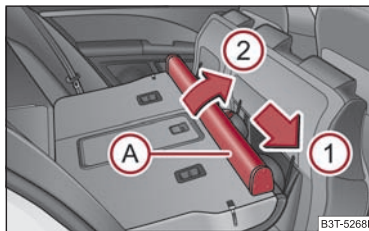

Fig. 95 Asientos traseros: Caja de la red divisoria
- Desplazar la caja de la red de separación **(A)** ⇒ **página 98, fig. 95** en sentido de la flecha **(1)** y sacarla del alojamiento del asiento posterior en sentido de la flecha **(2)**.